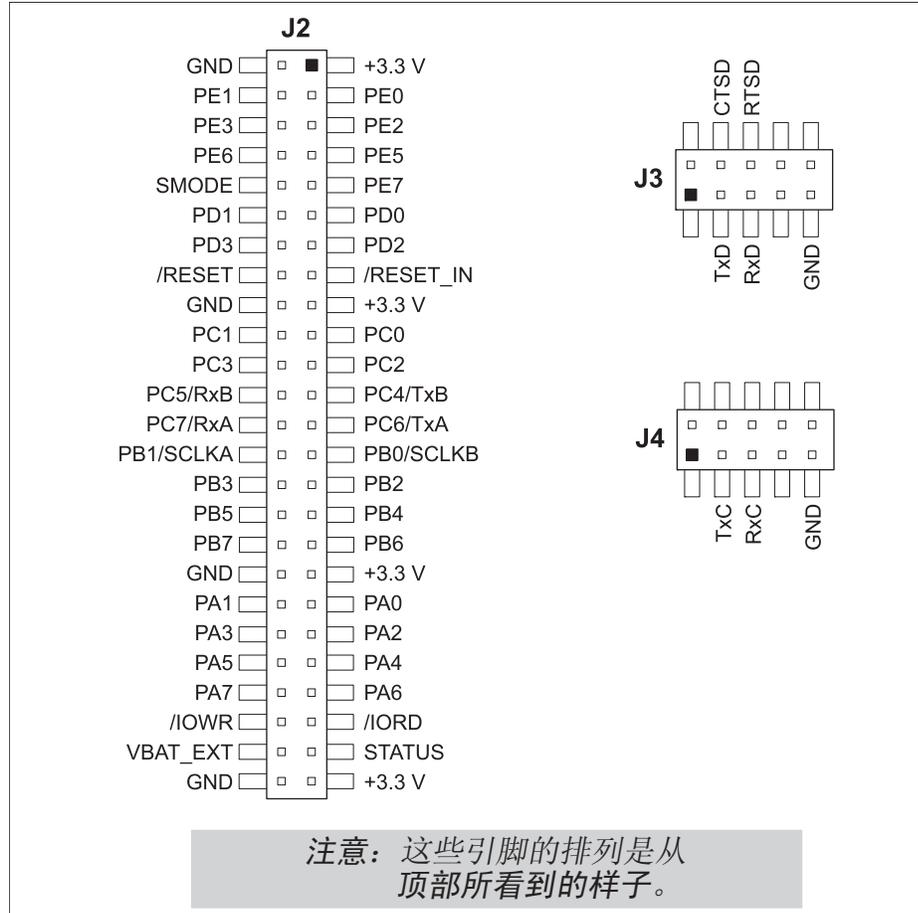

图 E-4. 串行通讯附件板引脚外形图
- **模块扩展接线座**— RCM5600W 模块完整的引脚组复制在接线座 J2 的下方。开发者能够把导线直接焊接入适当的孔内，或者，对于更为灵活的开发而言，可以将 2×25 的接线座连接条以 0.1" 间距焊接就位。见图 E-4 的接线座引脚外形图。
串行通讯附件板向用户提供了便于连接到接线座插槽 J2 下方标记点的 RCM5600W 连接点。接线座插槽 J2 的引脚外形图和位于 J3 和 J4 的 RS-232 接线座如图 E-4 所示。